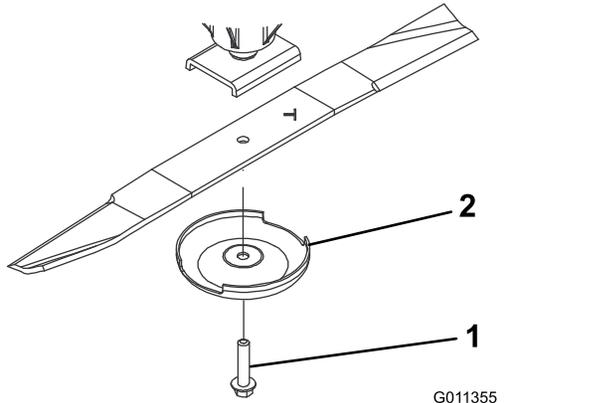

Figure 85
3. Enlevez le boulon, la coupelle de protection et la lame de l'axe de pivot (**Figure 85**).